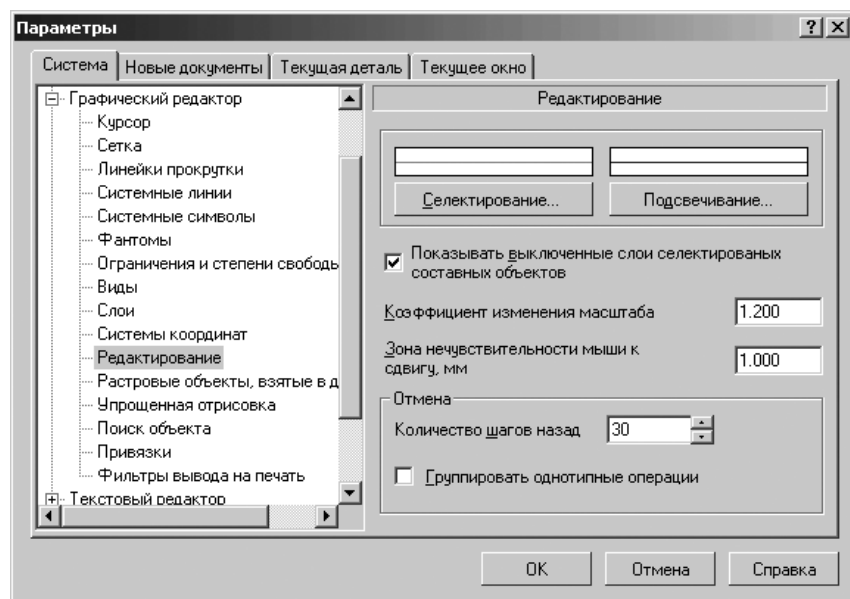

Рис. 1.88. Диалоговое окно **Параметры** для установки параметров управления изображением графических документов
- щелкните по пункту **Редактирование**. Появится в правой части диалогового окна **Параметры** панель **Редактирование** (рис. 1.88).